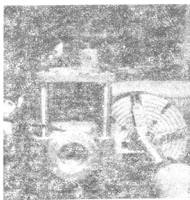

图7 銑鍵槽
(1)銑鍵槽 在銑削时,先将銑刀装在万能机头的主轴销孔内(图7),而被加工零件是装夹在车床的主轴上,如有需要也可用尾架顶住。其横向与纵向进给,主要是依靠原来车床的刀架溜板。当銑削轴的鍵槽、月牙槽及端面时,车床的主轴不允许转动。根据加工性质,